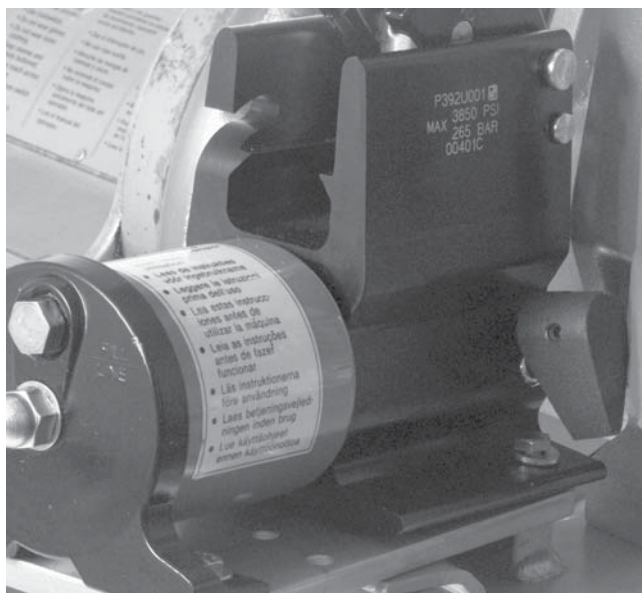

Рисунок 9 – Крупный план расцепляющего рычага на насосе 918
2. Поднимите кожух верхнего накаточного ролика, переведя расцепляющий рычаг насоса в положение RETURN (от оператора). (Рисунок 9)